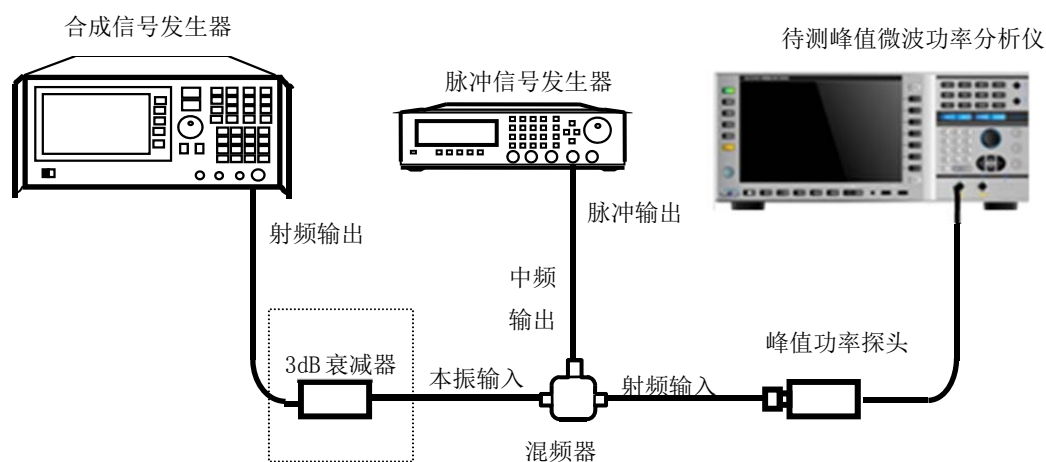

图 8.2 最高脉冲重复频率测试
测试框图如图 8.2 所示。
- 1) 开机预热至少30分钟。宽带峰值微波功率分析仪配接81702系列峰值功率探头进行自动校准后按图8.2连接设备。